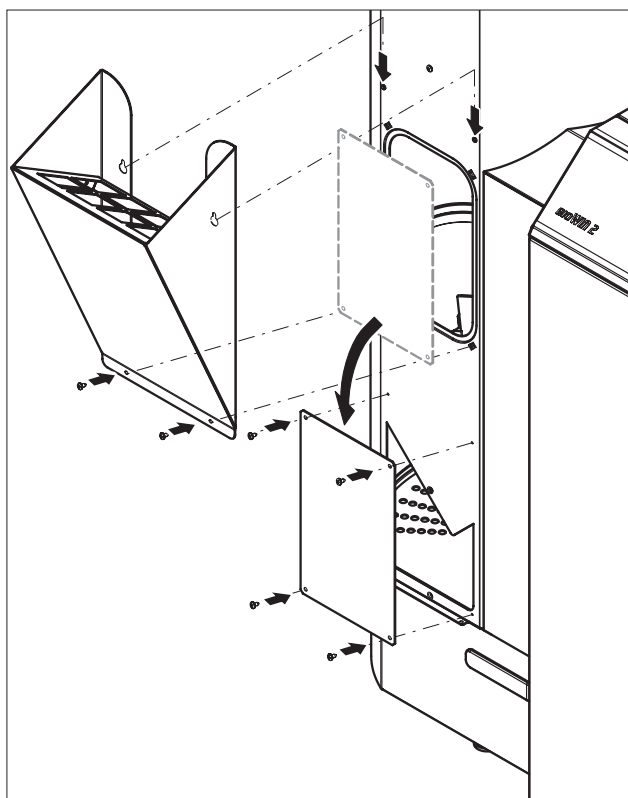

Fig. 85 Monter la pelle à pellets et le couvercle de révision
- ▶ Ajouter des pellets dans le compartiment à combustible par l'ouverture de révision avec un petit seau ou une pelle ou fixer une pelle à pellets (accessoires – pelle à pellets pour combler ou remplir manuellement le compartiment à combustible lorsque l'alimentation n'est pas encore terminée.) et verser les pellets – Fig. 85.
- ▶ Monter le couvercle de révision en guise de protection anti-contact devant l'ouverture de la vis de transport – Fig. 85.